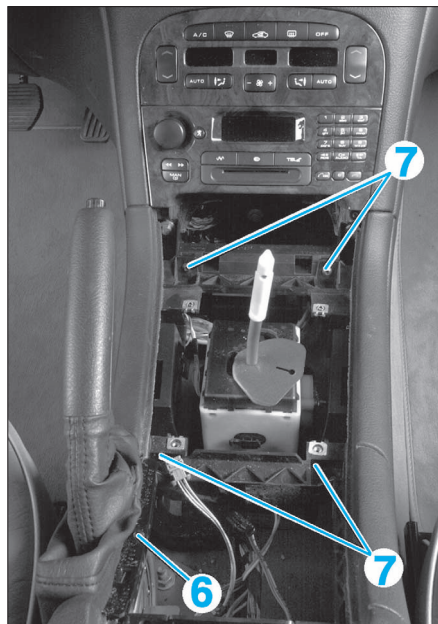

FIG. 4
- la façade (5) en ayant pris soin de débrancher préalablement les interrupteurs.
- la fixation (6) du soufflet du levier de frein de stationnement (Fig.4).